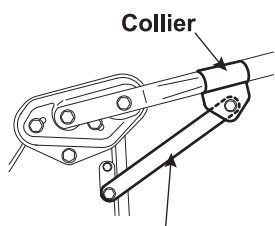

Fig. 4
3. Enlevez les boulons du logement et fixez temporairement la barre de soutien du guidon sans la serrer. (Voir Fig. 4)